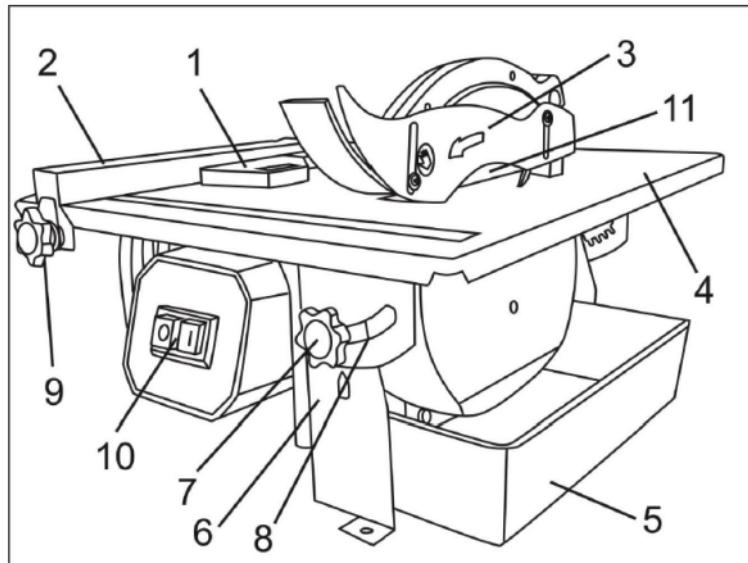

Рис. 1
6. Установите поддон 5 (рис. 1).
1. Ослабьте винты-барашки фиксации параллельного упора 9 (рис. 1).
3. Затяните винты-барашки 9 (рис. 1).
1. Ослабьте винты фиксации угла наклона стола 7 (рис. 1).
2. Отрегулируйте необходимый угол наклона стола по шкале 8 (рис. 1).
3. Затяните винты 7 (рис. 1).
1. При необходимости косого реза под углом 45° установите на параллельный упор 2 (рис. 1) угловой упор 1 (рис. 1).
2. Для включения станка нажмите на кнопку «I» магнитного выключателя 10 (рис. 1).
4. Для выключения станка нажмите на кнопку «0» выключателя 10 (рис. 1).
Внимание! Выключатель станка электромагнитного типа. При пропадании напряжения в сети питания и последующем его появлении станок не включится самостоятельно. Для включения станка в этом случае необходимо повторно нажать на кнопку «I» выключателя 10 (рис. 1).